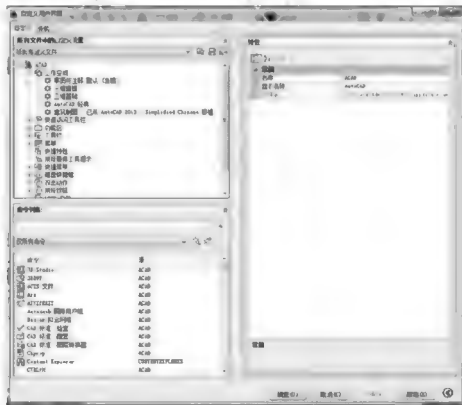

图 2-2
**步骤 2:** 在弹出的快捷菜单中单击“自定义...”命令项,弹出【自定义用户界面】对话框,如图 2-2 所示。